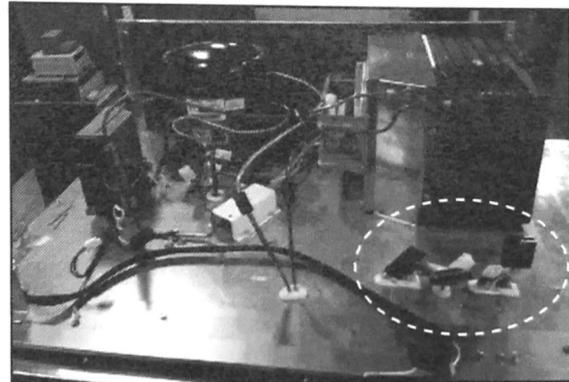

FIGURE 11
13. Après avoir débranché tous les connecteurs et retiré le module HT, la vue de dessus de l'appareil est illustrée en Figure 11.
**REMARQUE :** Une fois le module HT retiré, les connexions repérées par des pointillés doivent être présentes sur l'appareil. Voir Figure 11.